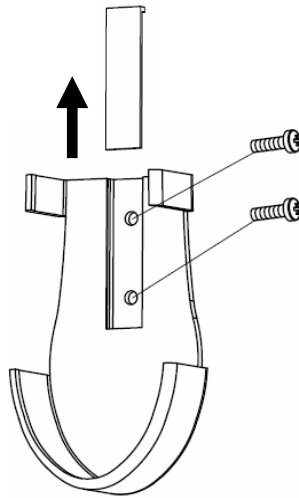

Fig. 15a
2. Enlevez le cache des vis, installez le support à l'aide des 2 vis puis remettez le cache en place. (Fig. 15a).